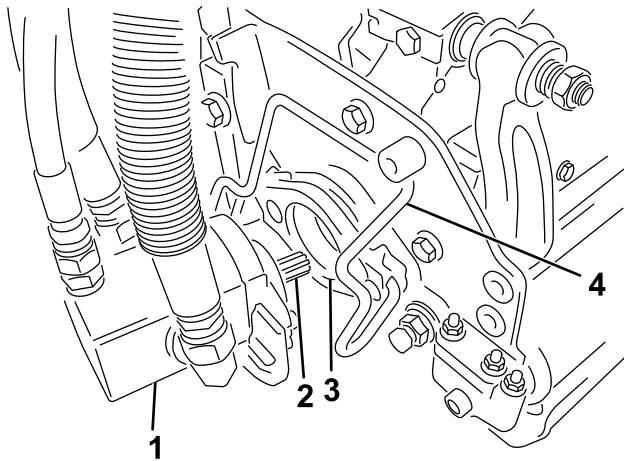

Bild 5
5. Setzen Sie den Motor in die linke Seite der Dreifachrolle (aus Sicht der Bedienerstellung) ein und ziehen Sie die Motorbefestigungsstange an der Dreifachrolle zum Motor, bis Sie einen Klick von beiden Seiten des Motors hören (Bild 5).